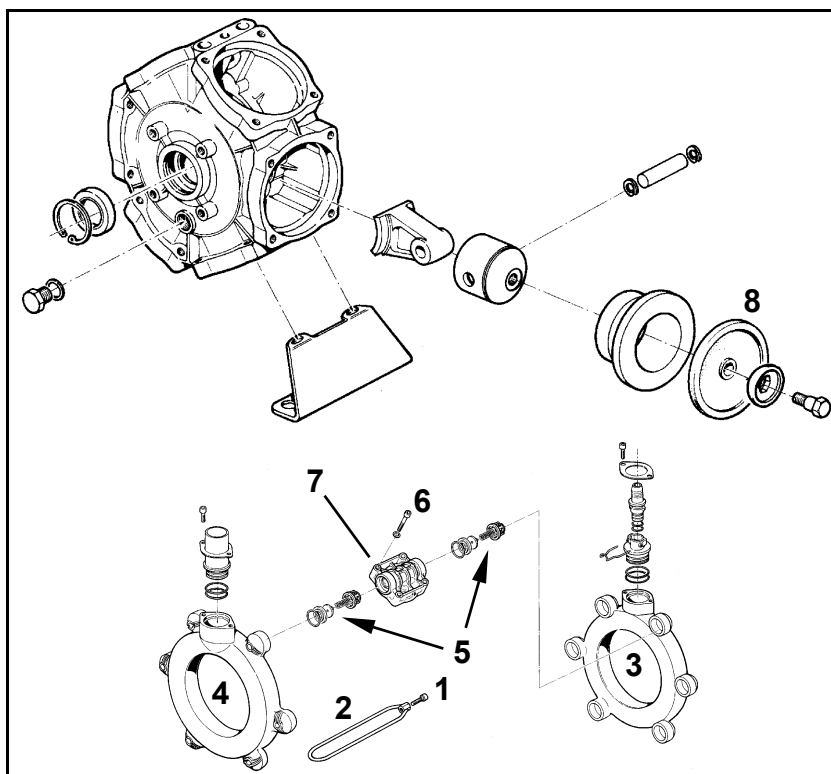

Fig. 195
- Kontrollera kolvmembranens (Fig. 195/1) tillstånd genom att demontera dessa minst en gång om året.
- Innan ventilsatserna (Fig. 195/5) demonteras, notera och märk upp resp ventils monteringsläge.
- Även om endast ett kolvmembran (Fig. 195/6) är uppsvällt eller poröst, ska samtliga membran bytas ut.
2. Lossa skruvarna (Fig. 195/1) och demontera spännbygeln (Fig. 195/2).
3. Ta bort sug- och tryckrör (Fig. 195/3 och Fig. 195/4).
4. Demontera ventilsatserna (Fig. 195/5).
5. Demontera skruvarna (Fig. 195/6).
6. Demontera cylindertoppen (Fig. 195/7).
7. Kontrollera samtliga kolvmembran (Fig. 195/8).
8. Byt ut kolvmembranen (Fig. 195/8) vid behov.